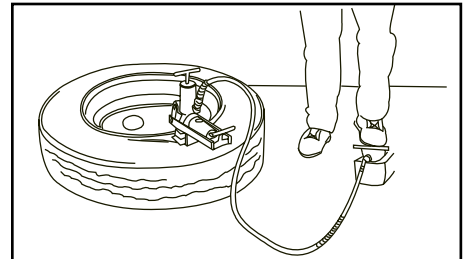

Abbildung 6
4. Vom Wulstabdrücker zurücktreten. (Siehe Abb. 6.)